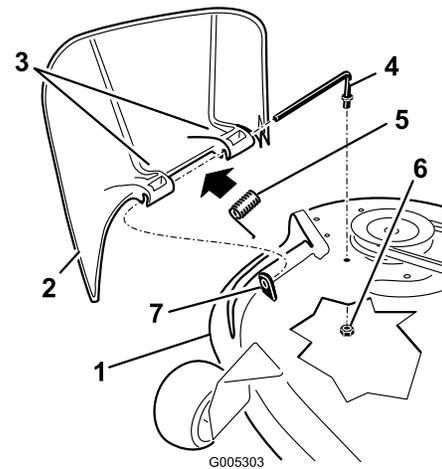

Bild 49
1. Machen Sie die in Bild 49 gezeigten Teile ausfindig.
2. Nehmen Sie die Mutter (3/8 Zoll) aus der Stange unter dem Mähwerk ab (Bild 49).
3. Schieben Sie die Stange aus dem kurzen Vorsprung, der Feder und dem Ablenkblech (Bild 49). Entfernen Sie defekte oder abgenutzte Ablenkbleche.
4. Montieren Sie das Ablenkblech (Bild 49).
6. Setzen Sie die Feder mit den Enddrähten nach unten auf die Stange, zwischen die Ablenkblechhalterungen. Schieben Sie die Stange durch die zweite Halterung am Grasablenkblech (Bild 49).
7. Schieben Sie die Stange vorne am Ablenkblech in den kurzen Vorsprung am Mähwerk. Befestigen Sie das hintere Stangenende mit einer Mutter (3/8 Zoll) am Mähwerk (Bild 49).